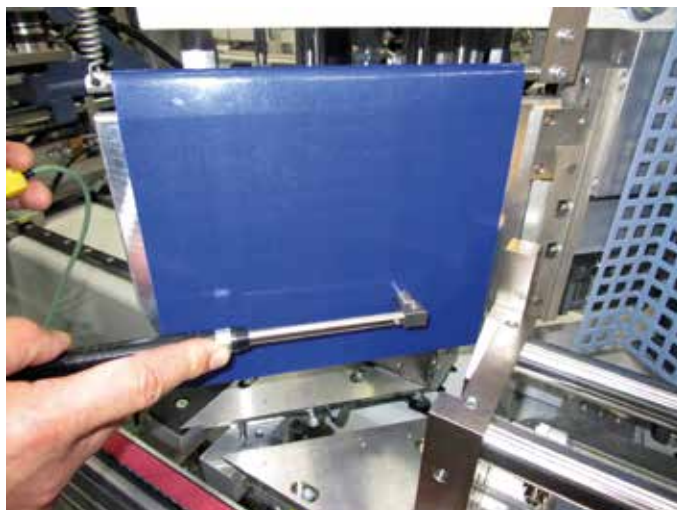

Abb. 10: Temperaturmessung am Schweißspiegel mittels Kontaktmessfühler
- Messen Sie regelmäßig die Temperatur direkt am Spiegel im Schweißbereich mit einem Kontaktmessfühler (siehe Abb. 10). Infrarot-Thermometer sind nicht zulässig, weil sich zwischen PTFE-Folie und Spiegel ein Luftpolsster bildet, das den angezeigten Temperaturwert verfälscht.